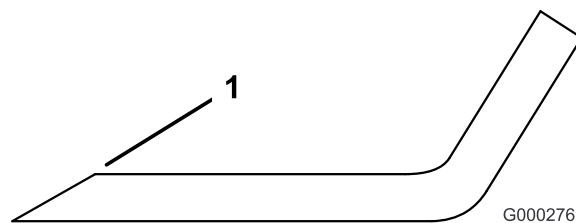

図 26
**注** 研磨は刃先の上面だけに行い、刃の元々の角度を変えないように十分注意する（図 26）。ブレードの左右を均等に削れば、バランスを狂わすことなく研磨を行うことができる。